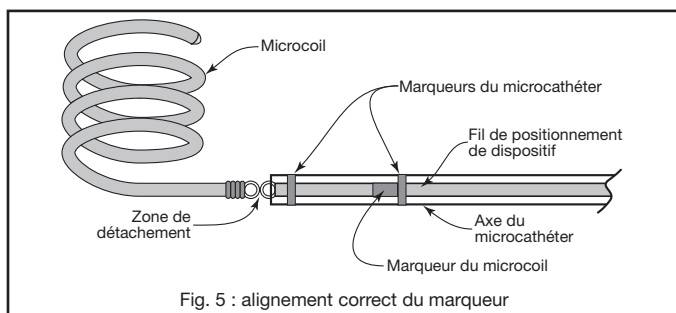

Fig. 5 : alignement correct du marqueur
1. L'alignement correct des marqueurs est illustré à la figure 5. Le microcathéter dispose de deux marqueurs distaux situés à trois (3) cm de distance. Le système de microcoil possède un marqueur distal à trois (3) mm du mécanisme de détachement. Pour obtenir un positionnement correct du système de microcoil pour le détachement sous contrôle fluoroscopique, aligner le marqueur radio-opaque sur le fil DPU juste au-delà du marqueur proximal sur l'extrémité du microcathéter.